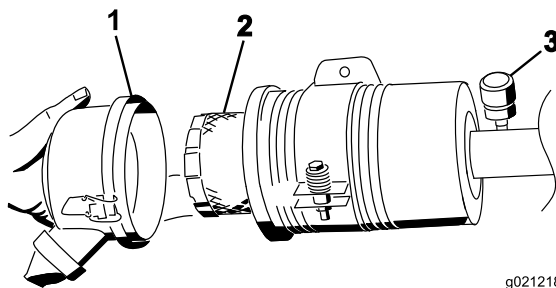

Figura 54
3. Retire e substitua o filtro (Figura 54).